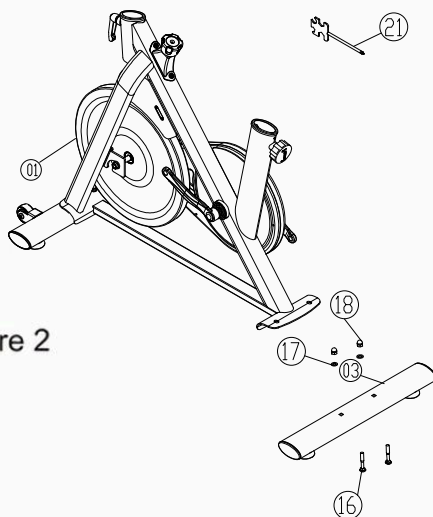

Figure 2
2. Fixer l'assemblage du cadre principal (pièce 01) à l'assemblage du tube de pied arrière (pièce 03) à l'aide de deux boulons à tête bombée M8×55 (pièce 16), de deux rondelles plates (Φ20×Φ8.5×1.5t, pièce 17) et de deux embouts plastiques hauts (pièce 18), comme indiqué à la Figure 2.